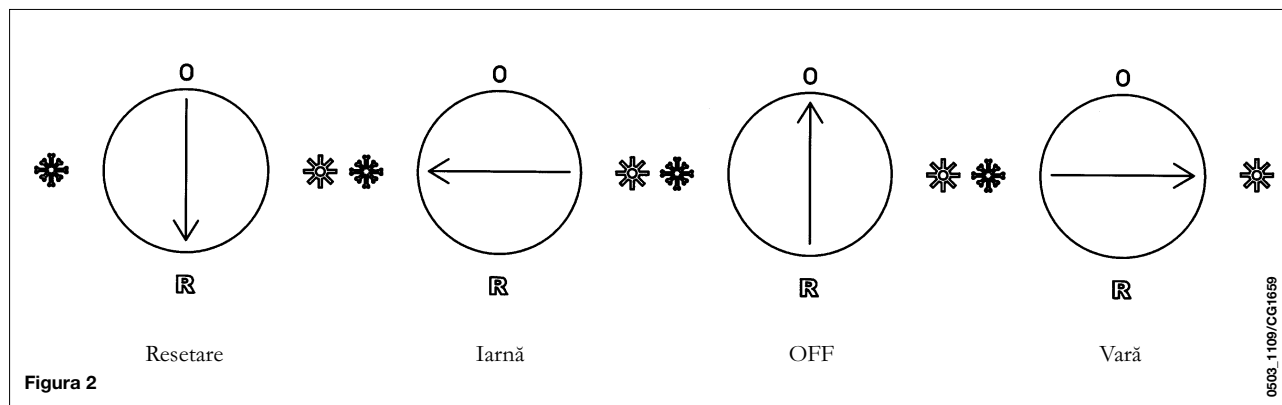

Figura 2
- 3) rotiți butonul selectorului setând centrala în poziția Vară (☼) sau Iarnă (❄) (figura 2);
- 4) rotiți butoanele dispozitivelor de reglare a temperaturii circuitului de încălzire (2) și de apă caldă menajeră (1) pentru a aprinde arzătorul principal.
3 Selector (figura 2)
În timpul acestei operațiuni este necesar ca selectorul Vară/Iarnă din figura 2, să fie în poziția OFF (0).
Pentru oprirea centralei este necesară debranșarea aparatului de la rețeaua de energie electrică. Cu selectorul din figura 2 în poziția 0 centrala rămâne oprită (afișajul indică OFF), dar circuitele electrice rămân sub tensiune, fiind activă funcția antiîngheț (paragraful 9).
Pentru RESETAREA centralei, poziționați pentru cel puțin 2 secunde selectorul (figura 2) pe “R”. În caz de intrare în funcțiune repetată a acestui dispozitiv, adresați-vă centrului de asistență tehnică autorizat.
Notă: Este posibil să efectuați 5 încercări consecutive de reinițializare după care centrala se blochează. Pentru efectuarea unei noi încercări de reinițializare, este necesară deplasarea selectorului din figura 2 în poziția OFF pentru câteva secunde.
Atenție: Cu selectorul din figura 2 în poziția Iarnă (❄️), sunt necesare câteva minute de așteptare la fiecare intrare în funcțiune a dispozitivului de reglare a încălzirii (2-figura 1), înainte de o nouă aprindere.
Pentru o reaprindere imediată mutați selectorul (figura 2) în poziția 0 și apoi din nou în poziția (❄️).